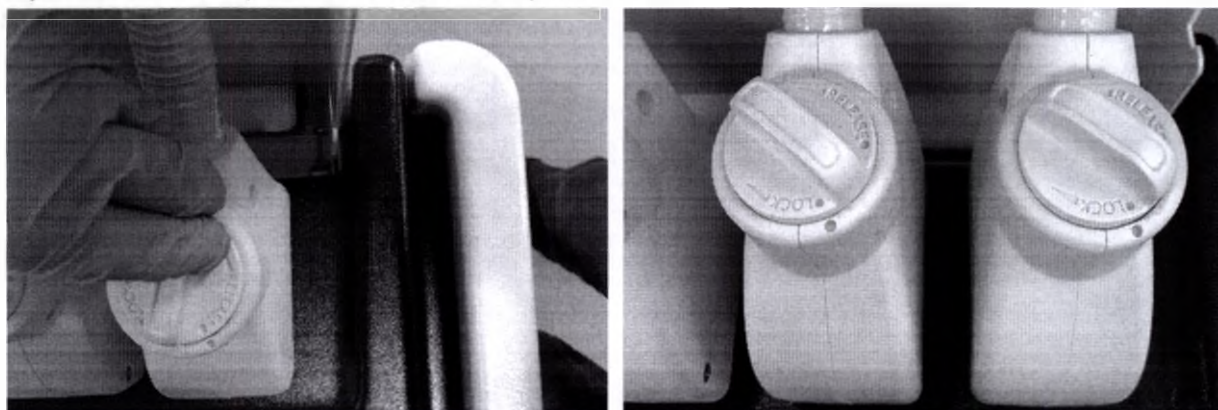

Рис.8.9– Установка манипулы в разъем
8.4.4. Слегка надавливая на разъем манипулы прокрутите вороток разъема по часовой стрелке как показано на рис.8.9 до упора, при этом разъем манипулы начнет утапливаться в посадочное отверстие Прибора. После установки разъема манипулы в разъем Прибора метка на воротке разъема манипулы в положении «Lock» должна совместиться с меткой на разъеме манипулы как показано на рис.8.9.